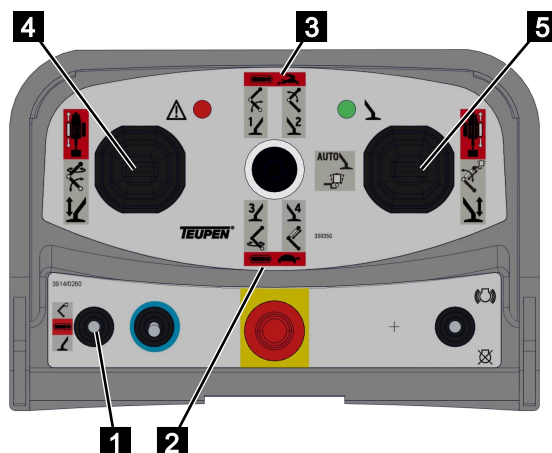

Abb. 79
3. Den Funktionswahlschalter auf *[Kettenfunktion]* (rot) (Abb.79/1) stellen.
4. Mit dem Betriebswahlschalter die Geschwindigkeit, *[Kriechgang]* (Abb.79/2) oder *[Eilgang]* (Abb.79/3) wählen.
5. Mit den Steuerhebeln (Abb.79/4 und 5) die Maschine gemäß nachfolgender Tabelle verfahren.